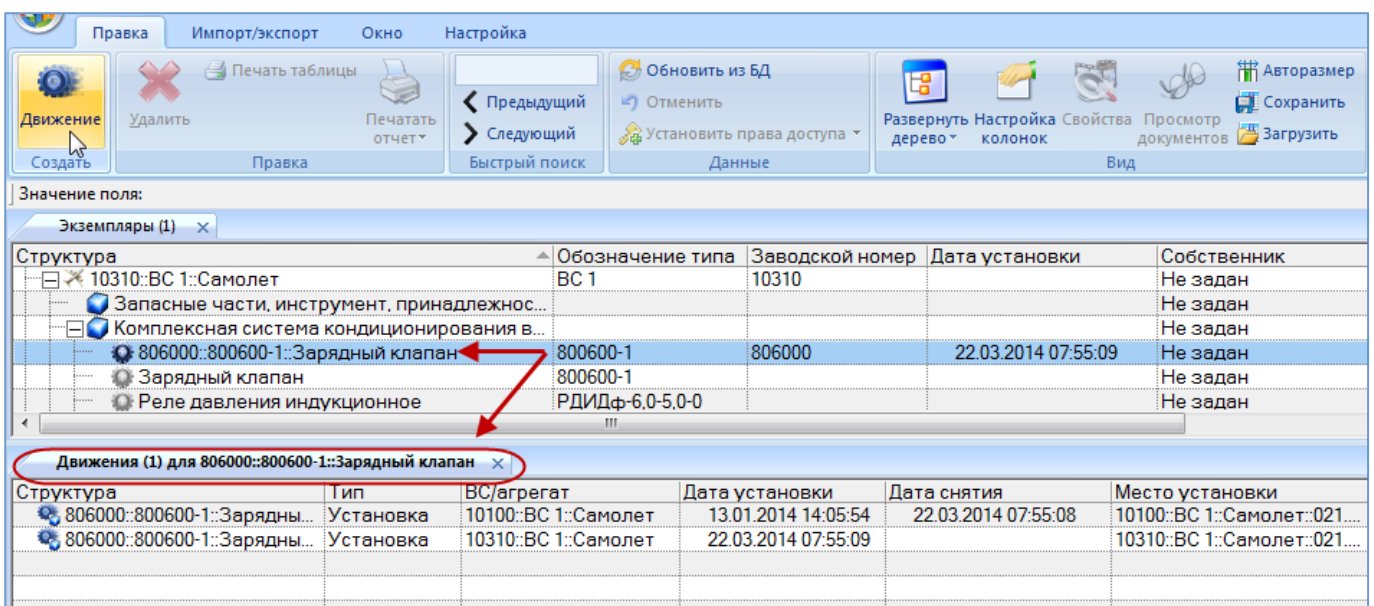

Рис. 13-163 – Создание движения экземпляра ПКИ
4) Выбрать открывшееся окно связанных объектов «Движения ПКИ в эксплуатации» и нажать кнопку «Движение» панели «Создать» (рис. 13-163).